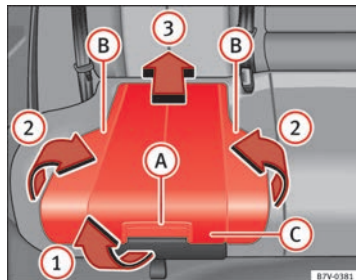

Abb. 29 Integrierter Kindersitz: Sitzpolster aufstellen.
- Sitzpolster am Entriegelungshebel \Rightarrow Abb. 29 (A) in Pfeilrichtung ① nach vorn ziehen.
- Beide Seiten (B) in Pfeilrichtung ② nach oben klappen.
- Sitzpolster (C) in Pfeilrichtung ③ nach hinten drücken, bis es einrastet.